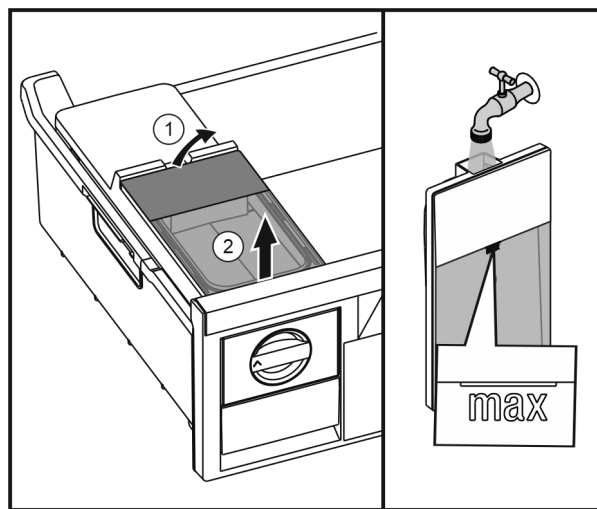

Fig. 30
- ▶ Zvedněte vzadu nádržku na vodu Fig. 30 (1) a poté ji vyjměte směrem nahoru Fig. 30 (2).